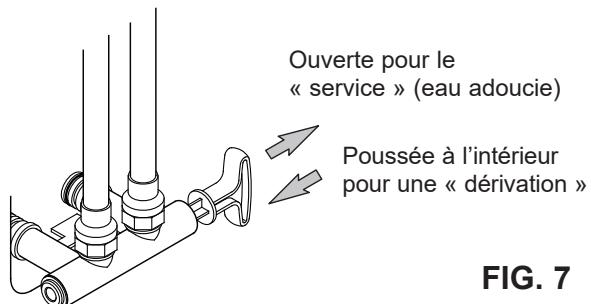
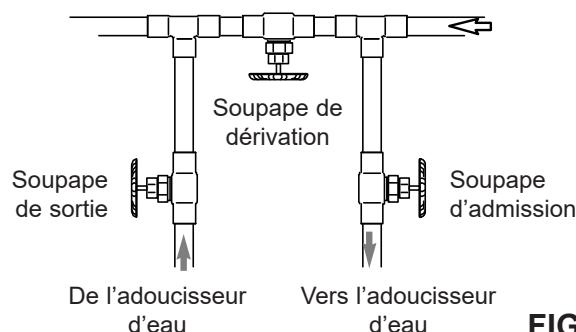

FIG. 7
FIG. 8
Installez une soupape de dérivation simple (inclusa), de la manière illustrée à la figure 7, ou, si telle est votre préférence, le système de dérivation à trois robinets (pièces non incluses) en vous reportant à la figure 8. Les robinets de dérivation vous permettent de couper l'eau alimentant l'adoucisseur, au besoin, pour effectuer des travaux d'entretien tout en continuant d'avoir de l'eau dans les tuyaux.
2. Placez la soupape de dérivation (simple ou à trois robinets) en position de « dérivation ». Voir les figures 7 et 8 à la page 7.